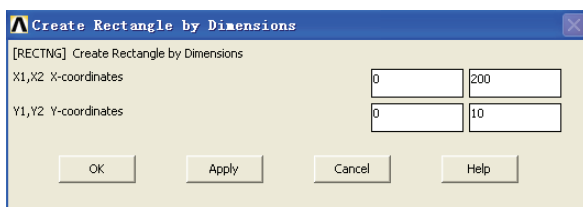

图 6-11 创建矩形面对话框
2) 选择 Main Menu | Preprocessor | Modeling | Create | Areas | Rectangle | By Dimensions 命令, 出现 Create Rectangle by Dimensions 对话框, 在 X1,X2 X-coordinates 输入栏中分别输入 0、200, 在 Y1,Y2 Y-coordinates 输入栏中分别输入 0、10, 如图 6-11 所示, 单击 OK 按钮关闭该对话框。